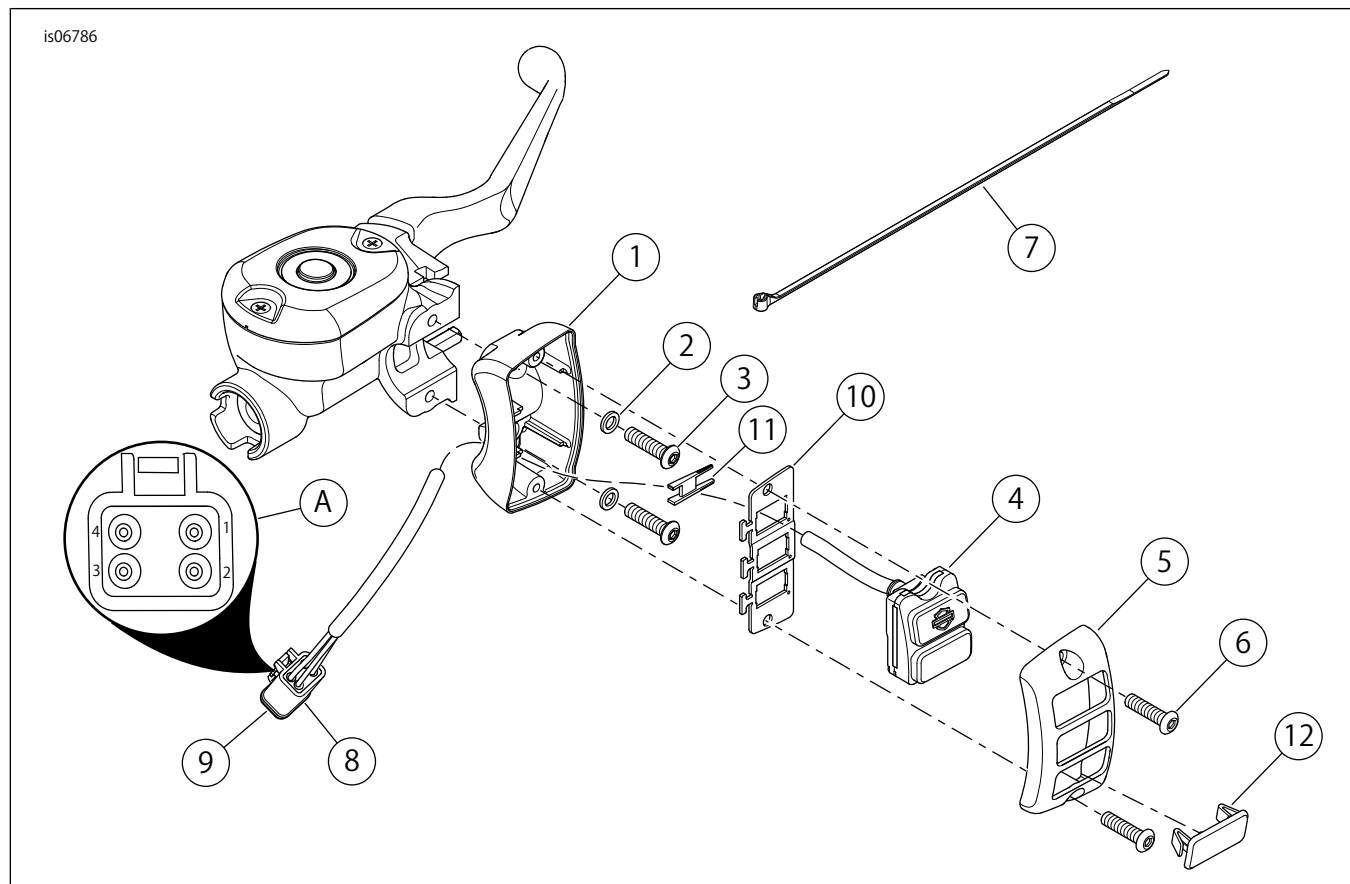

図3。交換用パーツ: デジタルギアインジケータ
「図3」および「表1」を参照してください。
3. 「図3」を参照してください。ギアインジケータローハウジング(1)、ワッシャー(2)、スクリュー(3)を取り付けます。スクリューを8-9 N·m(60-80 in-lbs)のトルク値で締め付けます。
6. 「図3」を参照してください。ギアインジケータのワイヤーハーネスをロアハウジング(1)の底の穴に通して取り回します。
12. 「図3」を参照してください。ワイヤーハーネスの3つのピンを、次のように、キット付属の4ウェイソケットハウジング(A)に取り付けます。